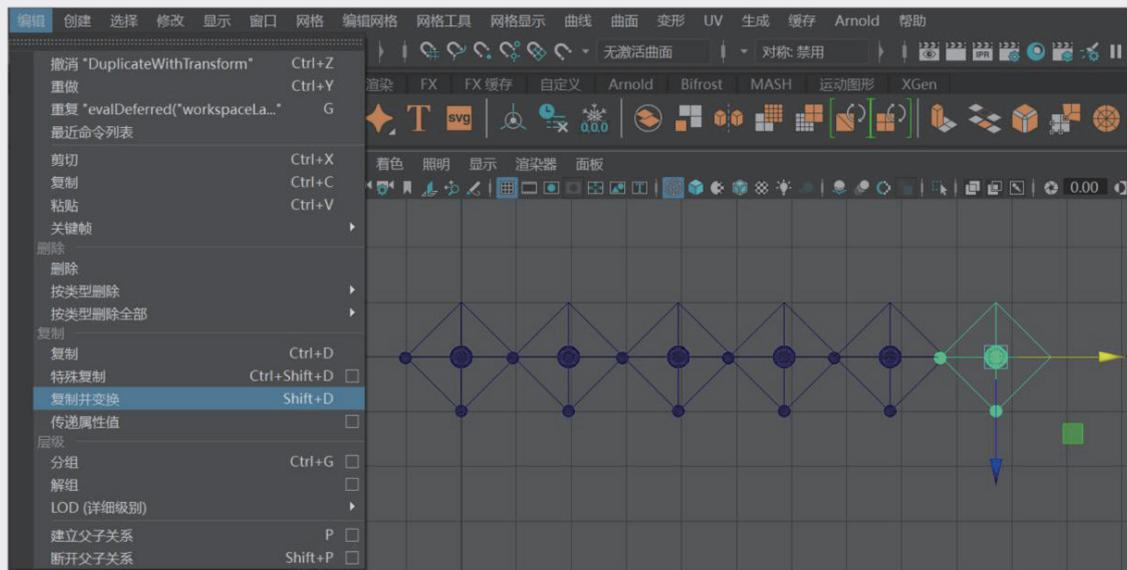

图3-17
**步骤7:** 设置好组并选中组对象后，执行“编辑”|“复制”命令（快捷键为Ctrl+D），复制结构组。将复制的第一组对象沿x轴拖曳，调整好位置，并让复制后的顶角原子与之前留空的顶角正好对齐。调整好第一组对象后，执行“编辑”|“复制并变换”命令（快捷键为Shift+D），后续单元的复制和位移操作会自动进行，如图3-17所示。